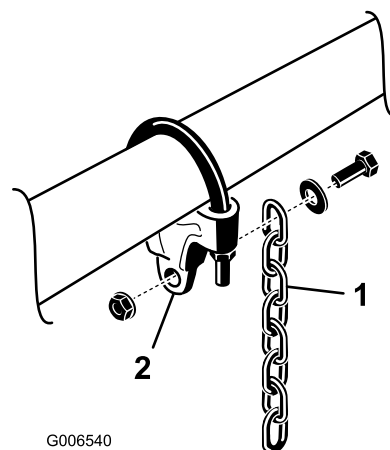

Figura 7
- Monte una cadena de elevación en cada soporte con un tornillo, una arandela y una tuerca, colocados según se indica en Figura 7.